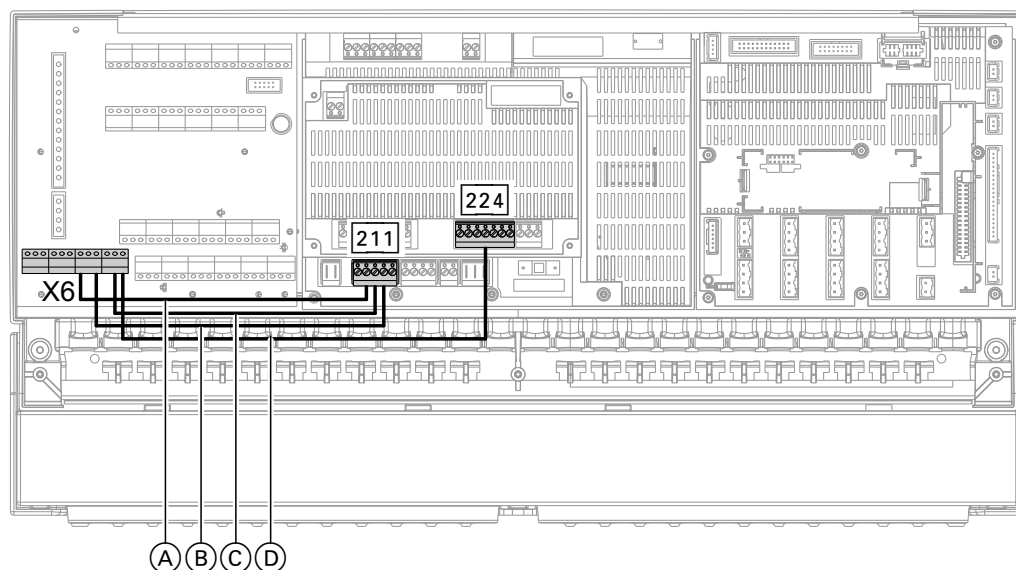

Abb. 32
Alle 4 roten Adern (A) bis (D) entfernen: Siehe Abb. 32